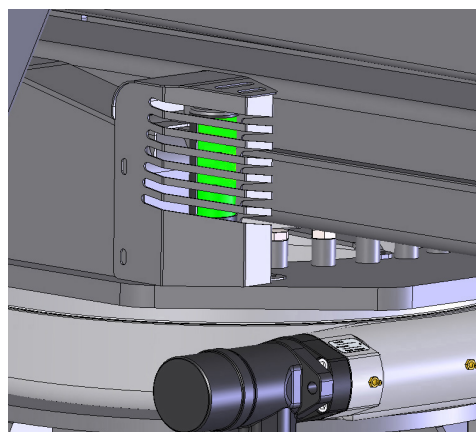

fig 3.10
- Vérifier le voyant vert du plateau tournant, il doit être allumé, pour confirmer que la flèche est en position centrale, basse et rentrée (Fig. 3.10).
Pour rétracter les stabilisateurs, vérifiez que le voyant vert sur le plateau tournant (Fig.3.10) est allumé. Tournez la clé 2 de la fig. 3.1 sur symbole du stabilisateur, utilisez le niveau d'accélérateur pièce. 6 de la fig. 3.4 et le niveau de 1 à 4 à la direction de levage des stabilisateurs jusqu'à ce que les stabilisateurs sont rétractés. cette opération se fait en mode automatique à l'aide du sélecteur sur le pupitre principal (11 fig.3.1) ou sur la commande panneau au sol si le sélecteur 10 de la fig. 3,1 est sur «AUT».
Pour revenir en position de repos, rétractez complètement l'extension, fermez la flèche, redressez la cage éventuellement tournée, placez le châssis sur l'essieu en faisant tourner le plateau tournant et abaissez avec la première flèche jusqu'à ce que le voyant vert s'allume (Fig. 3.10).
- Vérifiez le voyant vert sur le plateau tournant, il doit être allumé (Fig. 3.10).